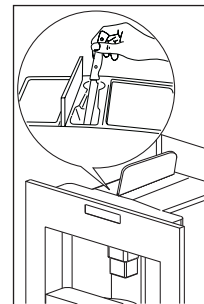

Fig. 28
- ▶ Verifique regularmente (cerca de uma vez por mês) se o funil de café pré-moído está bloqueado (Fig. 28).